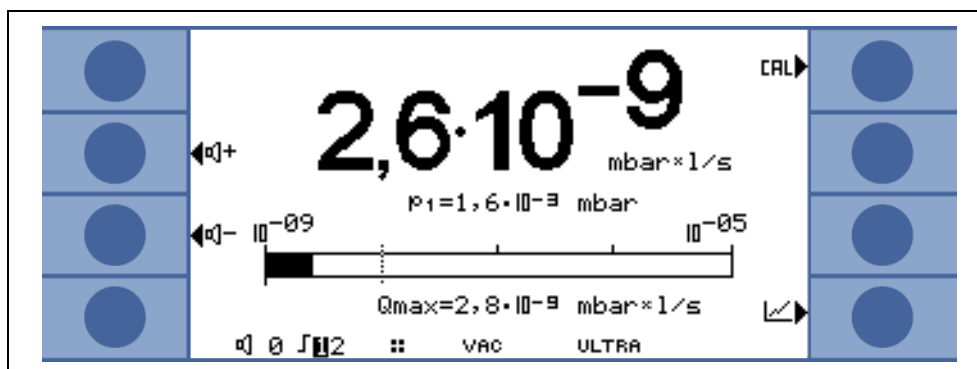

Abb. 5-1: Display, Messmodus
Bei Erreichen eines Druckes von 15 mbar (11 Torr oder 1500 Pa) schaltet das Dichtheitsprüfgerät in den Messmodus um. Die entsprechend gemessene Leckrate wird dann angezeigt. Für weitere Erläuterungen zu den angezeigten Informationen siehe Abb. 5-1.
- Numerisch, kombiniert mit einer Balkenanzeige Abb. 5-1
Auf dem Display wird die Leckrate in großen Zahlen angezeigt, siehe Abb. 5-1. Zudem wird die Maßeinheit der Leckrate angezeigt. Unter der Leckrate wird der Einlassdruck durch kleinere Zahlen angezeigt (siehe Kapitel 6.4.4 Einheiten).